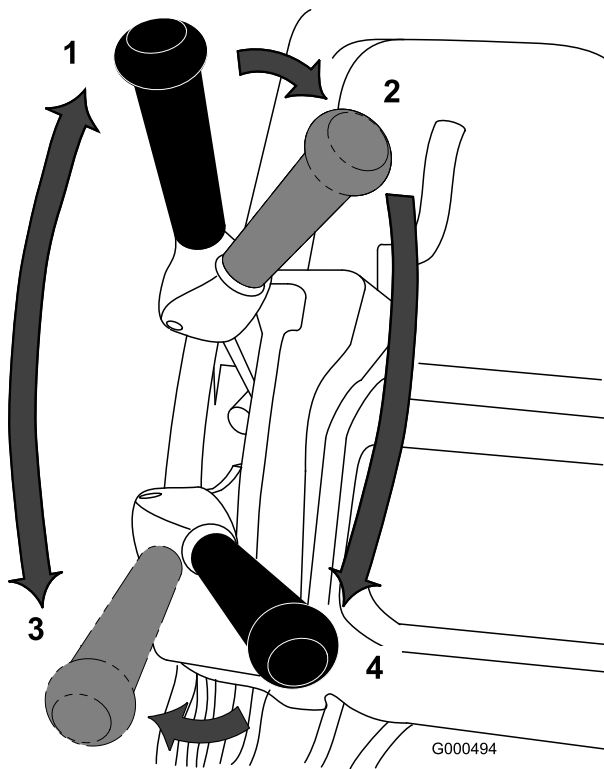

图26
1. 启动发动机，将油门设置为低速，向下推动手柄以提起滚刀组，压低操作员到位控制装置，将牵引杠移至“接合”位置，使剪草机行驶到果岭的环圈上（图26）。
2. 将牵引杆移至“分离”位置，然后接合滚刀驱动杆（图26）。
3. 将牵引杆移至“接合”位置，增加油门速度直至剪草机按照所需的地面行驶速度移动，将剪草机推到果岭区，放下剪草机的前端，然后开始剪草（图26）。